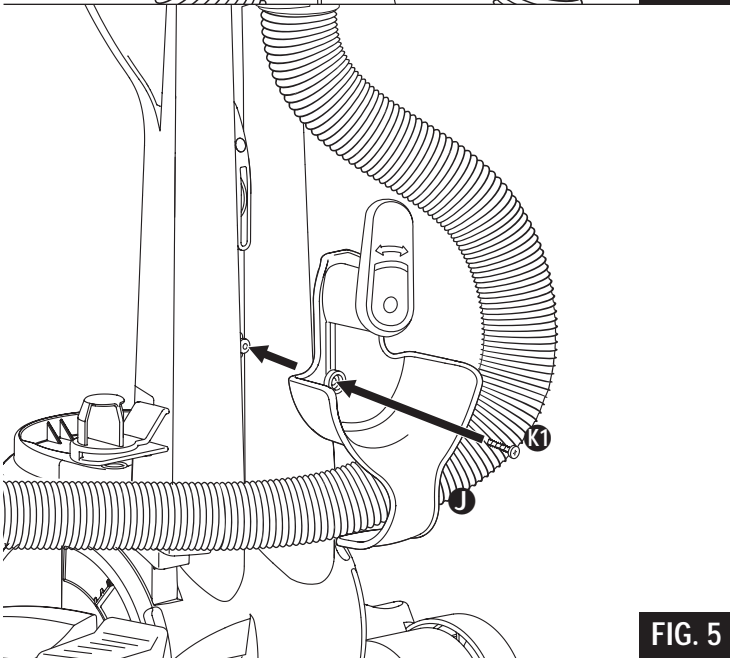

FIG. 5
**Step 5:** (FIG. 5) Thread the hose inside the lower hose retainer **J** and then attach the lower hose retainer to the rear housing with a short screw **K1**.
**Étape 5.** (FIG. 5) Insérez ce boyau dans le boyau inférieur ❶, puis fixez le boyau inférieur au boîtier arrière avec une vis courte ❷.
**Paso 5.** (FIG. 5) Pase la manguera dentro del conjunto inferior del soporte de la manguera ❶ y luego fije el conjunto inferior del soporte al alojamiento trasero usando un tornillo corto ❷.